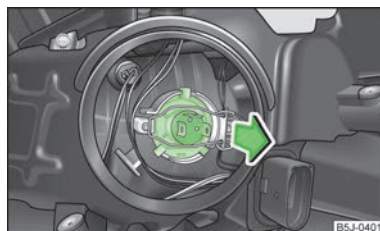

Fig. 147
- > Retirar el conector en la bombilla, desbloquear el estribo de seguridad y extraer la bombilla » fig. 147.